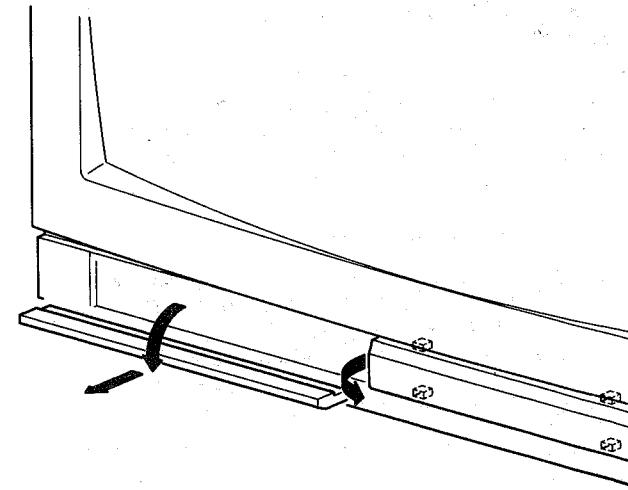
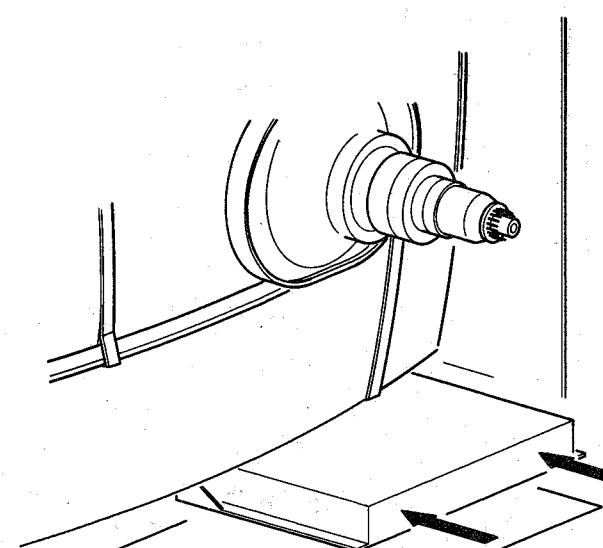
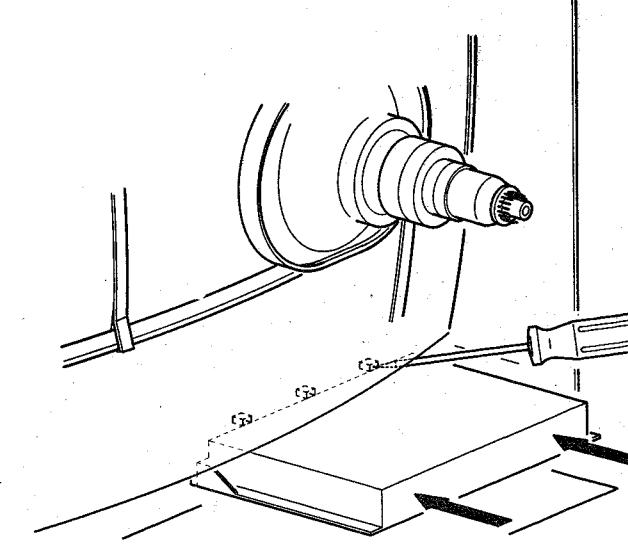

Fig. 6a
Fig. 6b
Fig. 6c
- Bei den ersten Modellen lässt sich die Platte dadurch herausnehmen, dass zuerst die Deckel (K) abgenommen werden, wie angegeben (Bild 6a). Das Chassis lösen und ein wenig beiseite legen. Mit den Daumen die Platte nach vorne drücken (Bild 6b).
- Bei späteren Modellen lässt sich die Platte dadurch herausnehmen, dass ebenfalls zuerst die Deckel (K) abgenommen werden, wie angegeben (Bild 6a). Die drei Laschen (unter der Bildröhre) lösen und die Platte nach vorne schieben (Bild 6c).